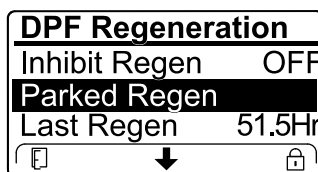

Figura 53
- Se o computador do motor pedir uma regeneração de recuperação ou se estiver a processar uma regeneração de recuperação e percorrer a opção REGENERAÇÃO EM ESTACIONAMENTO, a regeneração em estacionamento bloqueia e o ícone de bloqueio (Figura 53) surge no canto inferior direito do InfoCenter.